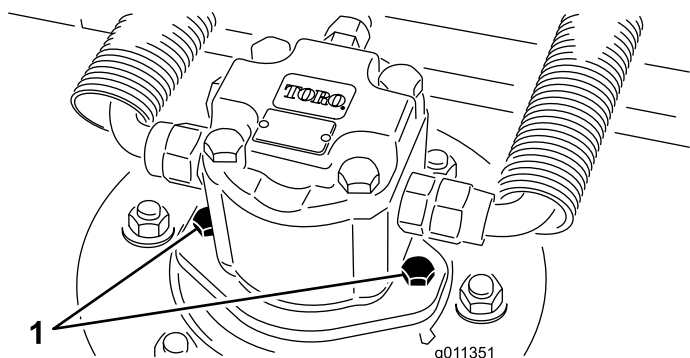

Figure 93
2. Débranchez et déposez le moteur hydraulique de l'unité de coupe (Figure 93). Couvrez le dessus de l'axe pour éviter toute contamination.
3. Posez le moteur hydraulique sur l'unité de coupe (Figure 93). Vérifiez que le joint torique est en place et en bon état.